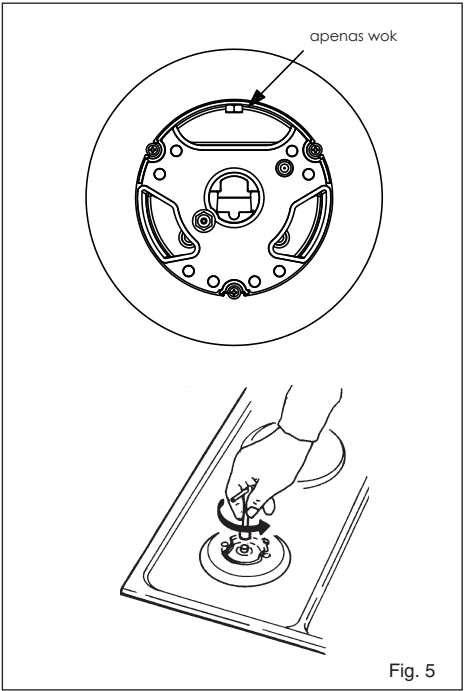

Fig. 5
Posicionamento (Fig. 5)
Adaptação a diversos tipos de gás (Fig. 5)
- substitua os bicos (Fig. 5) com outros próprios ao tipo de gás que utilizar (veja a tabela relativa às “Características das peças a utilizar”;